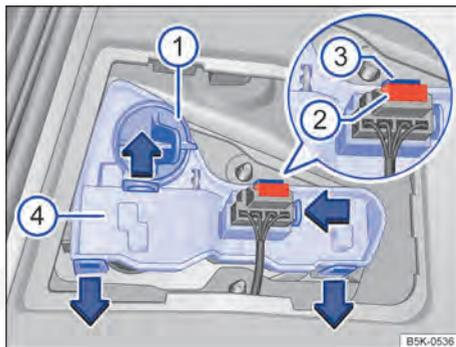

Fig. 220 Na tampa traseira: retirar o suporte da lâmpada .
4.	Girar o suporte da lâmpada ⇒ Fig. 220 ① até o batente no sentido anti-horário e retirar com a lâmpada incandescente para trás.
5.	Substituir a lâmpada incandescente queimada por uma lâmpada incandescente nova do mesmo modelo. Encaixar o suporte da lâmpada ① e girar no sentido horário até o batente.
6.	Retirar o fusível ②. Pressionar o bloqueio ③ do conector e retirá-lo.
7.	Destruar as linguetas do suporte da lâmpada ④ no sentido da seta e remover o suporte da lâmpada.